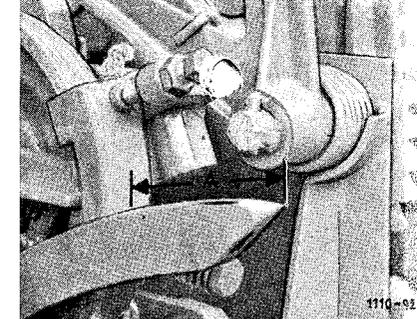

Bild 37
**Kontrollmaß A** von Spannbügel bis Nadelspitze muß jetzt **100–110 mm** betragen (Bild 37).